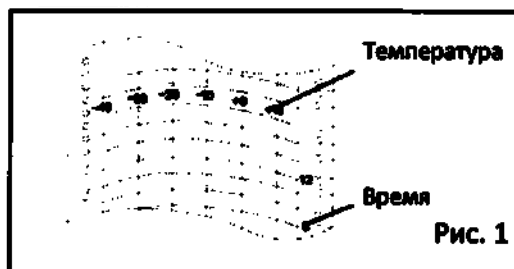

Рис. 1
2. Как показано на Рис. 1, открутите шесть фиксирующих верхнюю крышку с помощью отвертки и снимите верхнюю крышку.
1. Информация, обозначенная на графике для регистратора температуры, показана на Рис. 1.
1. Слегка поднимите кончик подъемника чернильного пера и снимите его со стопора. Затем поверните по часовой стрелке, как показано на Рис. 1.